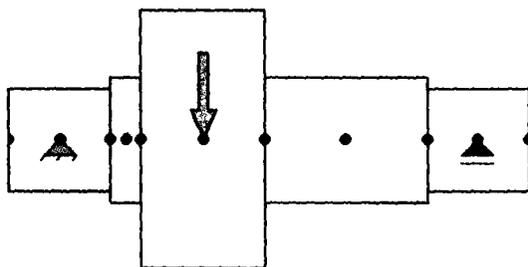

Рис. 8.9. 2D-предпросмотр показывает, где расположены опоры и нагрузки
5. На 2D-предпросмотре щелкните плавающую опору с левого края и переместите ее в центр правого сегмента. См. рис. 8.9.